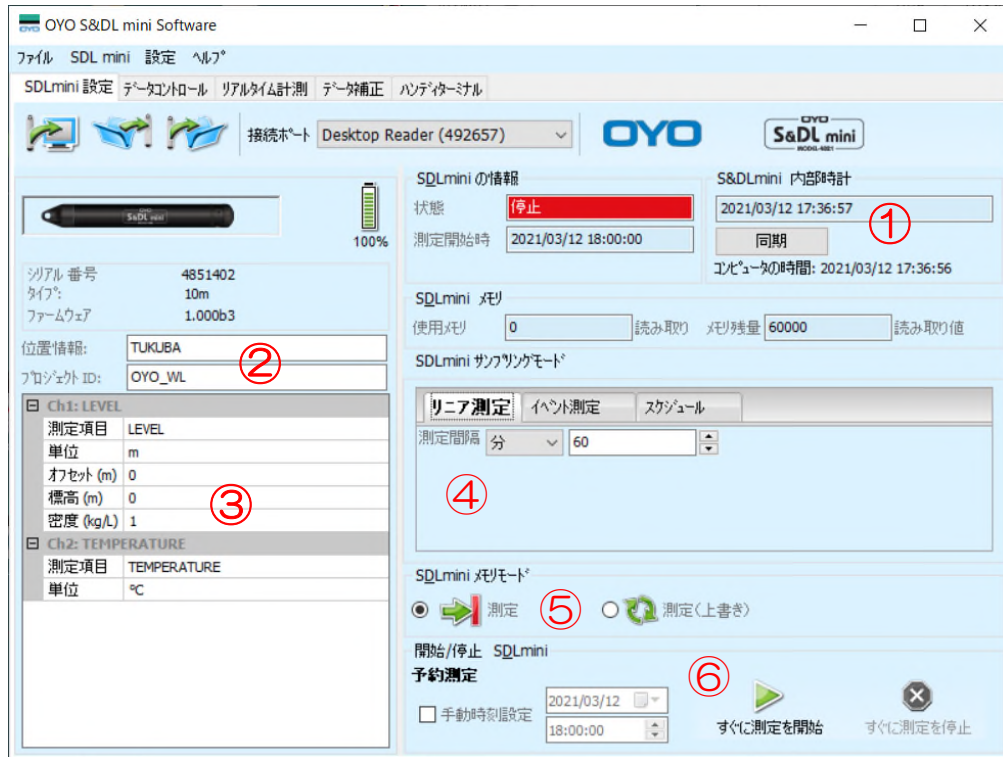

図 7-2 S&DL mini の内部情報の表示
7.1 S&DL mini の内部時計の設定 (図 7-2 ①)
7.2 位置情報、プロジェクト ID の設定 (図 7-2 ②)
7.3 オフセット[m]、標高[m]、密度[kg/L]の設定 (図 7-2 ③)